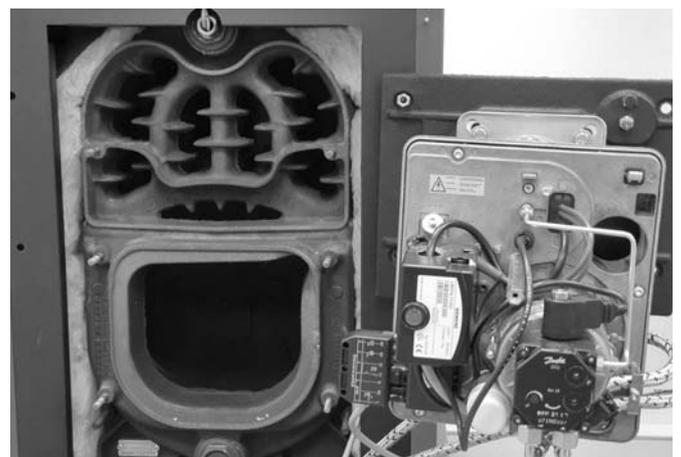

Abb. 87: Geöffneter Kessel mit Brenner in Serviceposition.
- ➔ Montieren Sie die untere Kesseltür mit Brenner gem. Abb. 87 in die Service-Position.